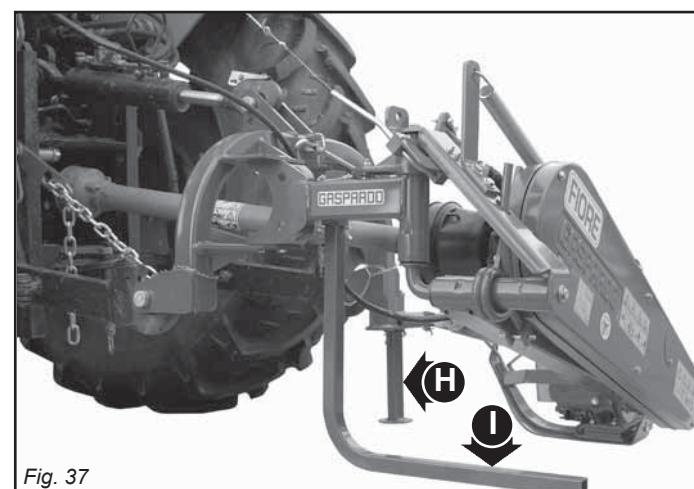

Fig. 37
- Apoi, așezați-o într-un loc uscat, care să nu fie la îndemâna persoanelor neautorizate; cositoarea trebuie așezată pe un teren plan și compact, pe picioarele de sprijin (H-I, Fig. 37).